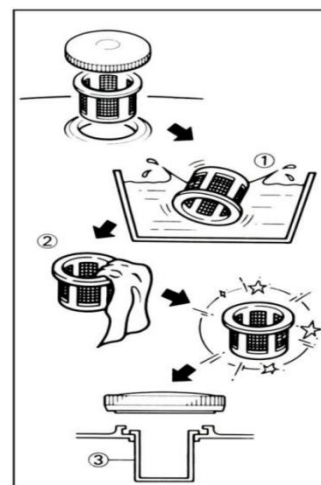

Рис.15 – Очистка фильтра
6.1.4 Очистка фильтра (рис.15)